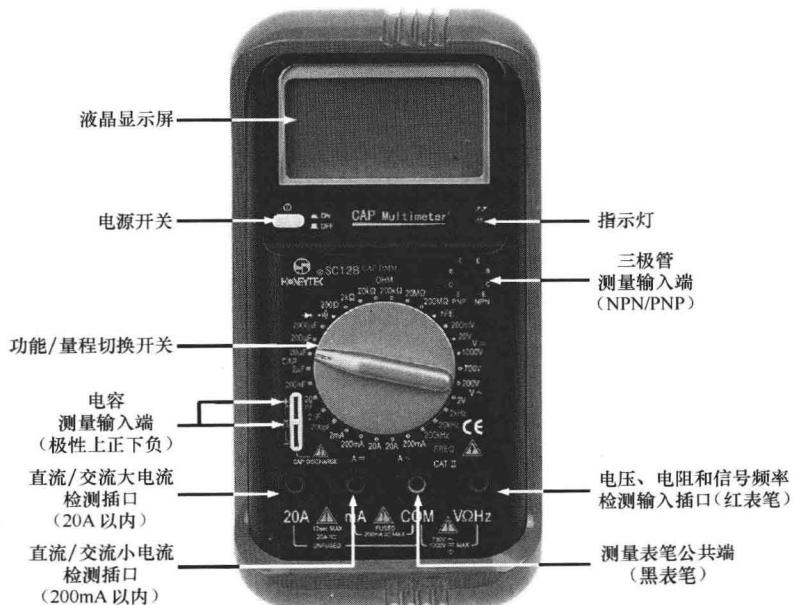

图 1-7 手动量程选择式数字万用表
- ① 手动量程选择式数字式万用表。图 1-7 所示为手动量程选择式数字式万用表，这种万用表的价格较低，但操作相对自动量程变换式的复杂，因量程选择得不合适很容易使万用表过载。